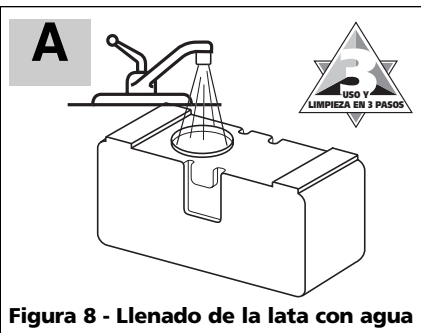

Figura 8 - Llenado de la lata con agua
3. Llene la lata con agua tibia y vuelva a colocar la cubierta del motor (vea la figura 8). Mientras sostiene el marco del rodillo en la pileta, ponga el motor en la posición 'High' (alta) y enjuague el sistema.